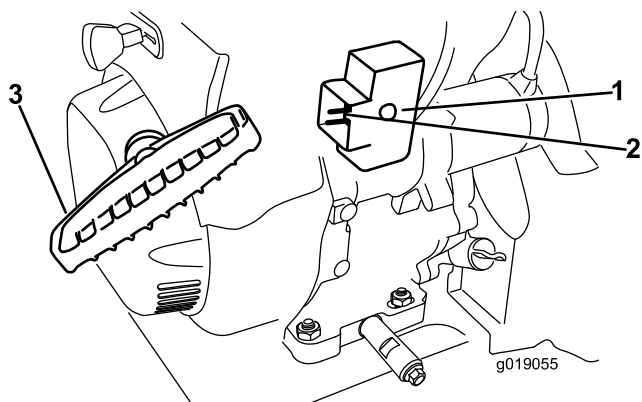

Figure 32
7. Démarrez la machine en tirant sur le lanceur ou en appuyant sur le bouton du démarreur électrique (Figure 32).